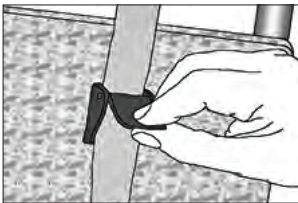

Abbildung 4
4. Befestigen Sie die unteren Cam-Schnallen mit geeigneten Schrauben oder Bolzen (nicht im Lieferumfang enthalten) an der Rückenlehne. Abb.4.